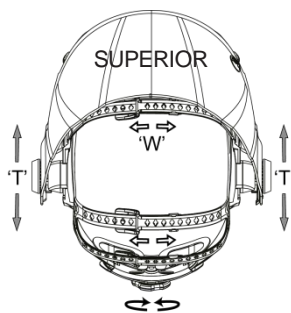

fig. 9
• Toda la circunferencia de la banda de sujeción se puede agrandar o reducir girando la perilla situada en la parte posterior del casco. (Véase el ajuste de “Y” en la fig. 9). Puede hacerse mientras se lleva puesto el casco y permite ajustar solo la tensión correcta para mantener el casco firmemente sobre la cabeza sin que esté demasiado apretado.
• Si tiene la banda de sujeción demasiado alta o demasiado baja en la cabeza, ajuste la correa que pasa sobre la parte superior de la cabeza. Para ello, libere el extremo de la banda presionando el pasador de bloqueo para sacarlo del orificio de la banda. Deslice las dos partes de la banda para ampliar o reducir la anchura según se requiera, y empuje el pasador de bloqueo a través del orificio más cercano. (Véase el ajuste de “W” en la fig. 9).